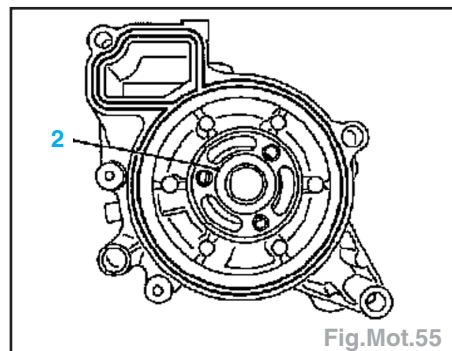

Fig.Mot.55
- Aligner le pignon de pompe (2), 2 vis coté distribution et une coté boîte et serrer au couple (Fig.Mot.55).